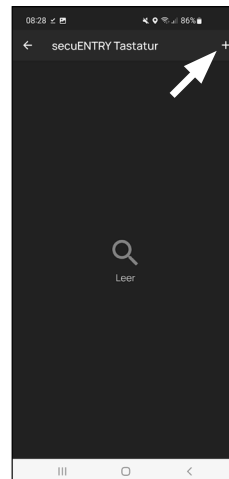

Abb. 6
- 8 Es erscheint eine Anzeige bereits angelegter Tastaturen. Bei der Erst-einrichtung ist diese leer. Um eine Tastatur zu verbinden, tippen Sie oben rechts auf das „+“. (Abb. 6).